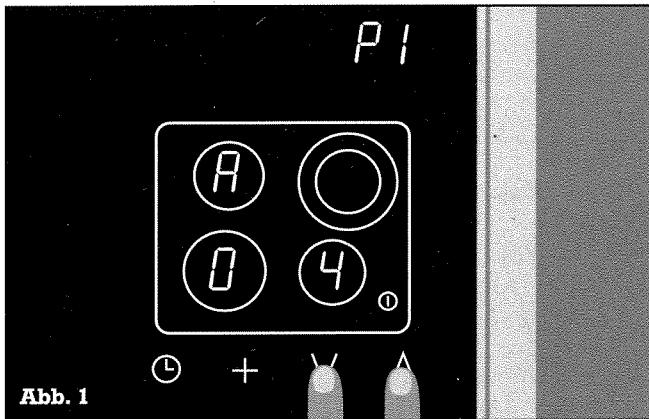

Abb. 1
- Berühren Sie bei eingeschaltetem Kochfeld die Symbole V und A. Es ertönt ein akustisches Signal. Halten Sie die Finger einige Sekunden gedrückt, bis ein zweites akustisches Signal ertönt und P1 im Timer-Anzeigefeld leuchtet. Im Kochzonen-Anzeigefeld erscheint A Ø 4 , d.h. eine Ankochzeit von 4 Minuten ist eingestellt (Abb. 1).